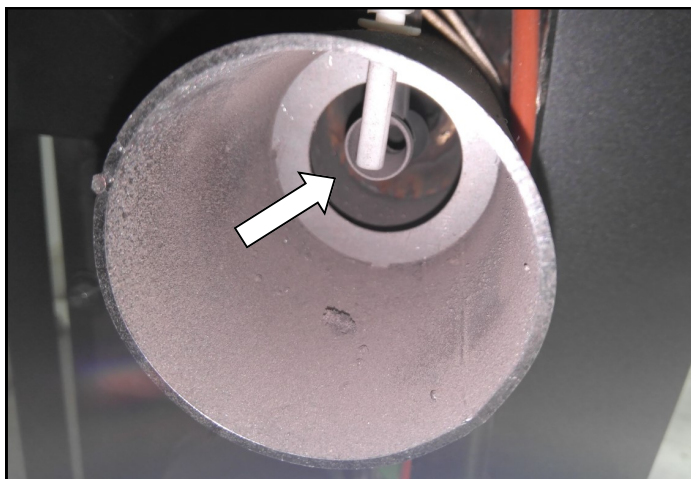

Figura 5
- Controllare il tubo della presa d'aria se all'interno vi è presente il sistema (vedi **Figura 5**)